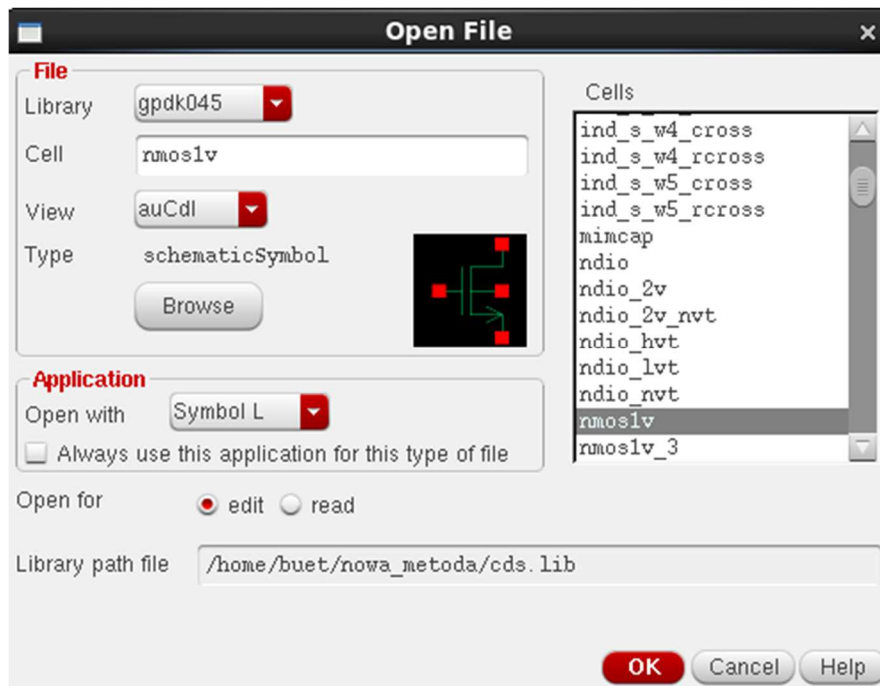

Рисунок 3 – Диалог выбора транзистора
3. В появившемся окне нажмите кнопку Browse и в окне Library Browser выберите библиотеку gpdk045 (для удобства поиска необходимых элементов можно поставить галочку напротив “Show Categories” Show Categories). В библиотеке выберите раздел mos, а в нем укажите транзистор «nmos1v» (N-канальный МОП транзистор) или «pmos1v» (P-канальный МОП транзистор). В следующем окне Add instance нажмите HIDE и расставьте выбранные компоненты в рабочей области (рисунок 3);